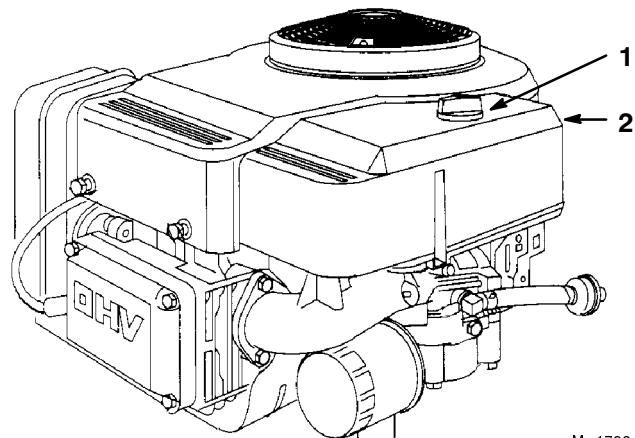

Figure 22
3. Nettoyez la surface autour du filtre à air pour éviter que des impuretés s'introduisent dans le moteur et l'endommagent. Dévissez le bouton et déposez le couvercle du filtre à air (Fig. 22).
- Reposez le couvercle du filtre à air et le bouton (Fig. 22). Serrez solidement le bouton.